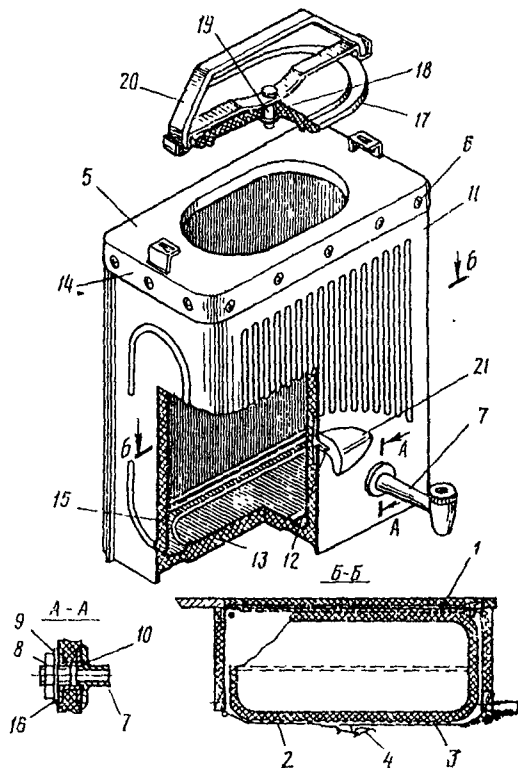

Рис. 7.2. Термос для воды:
- снимите крышку 17 (рис. 7.2);